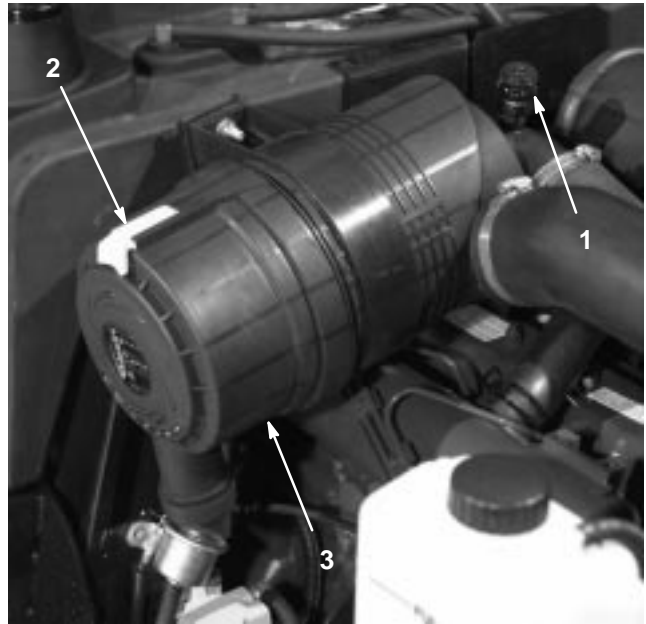

Figure 43
Faites l'entretien des filtres à air quand l'indicateur de colmatage (Fig. 43) est rouge ou toutes les 400 heures (plus souvent s'il y a beaucoup de poussière ou de saleté). N'effectuez pas l'entretien du filtre à air trop souvent.
1. Tirez le verrou vers l'extérieur et tournez le couvercle du filtre à air dans le sens anti-horaire. Enlevez le couvercle (Fig. 43) et nettoyez l'intérieur.
8. Réarmez l'indicateur de colmatage (Fig. 43) s'il est rouge.